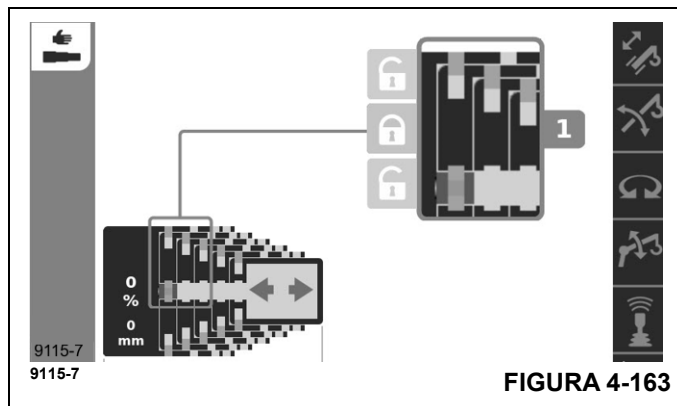

FIGURA 4-163
- El modo manual muestra una vista expandida del mecanismo de fijación del cilindro telescópico con los mismos iconos de desbloqueo e iconos de bloqueo, como se muestra en la (Figura 4-163) (en lugar de los valores de la configuración de pluma final solicitada para el modo de semiautomatización). Cuando uno de los iconos de desbloqueo o bloqueo está disponible para ser seleccionado (cambia del color gris básico al color de foco), entonces el operador puede solicitar el comando de desbloqueo o el comando de bloqueo. El icono de desbloqueo superior es para el desbloqueo de la sección de pluma y, en el momento adecuado, el icono de bloqueo se usará para bloquear nuevamente la sección de pluma (el icono de bloqueo estará disponible como comando cuando el sistema de control lo permita). El icono de desbloqueo inferior es para el desbloqueo del cilindro telescópico y nuevamente, en el momento adecuado, el icono de bloqueo se usará para bloquear nuevamente el cilindro telescópico (nuevamente, el icono de bloqueo estará disponible como comando cuando el sistema de control lo permita). Existe solo un icono de bloqueo ya que el mecanismo de fijación está diseñado ya sea para desbloquear la sección de pluma o el cilindro telescópico (pero no ambos al mismo tiempo). De esta forma, el operador “crea” la configuración de pluma y las ubicaciones de fijación a medida que se opera la pluma.